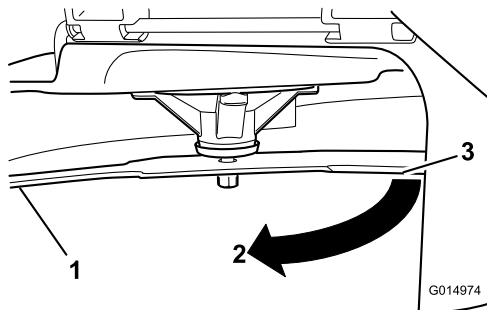

Figura 53
4. Gire la misma cuchilla 180 grados de manera que el otro extremo esté en la misma posición (**Figura 53**).